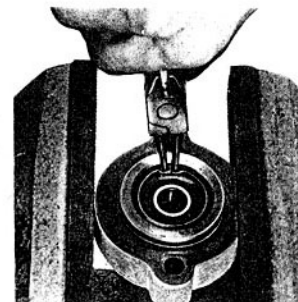

Fig. B 27
- Enlever le premier circlips (1 fig. B 27) ;